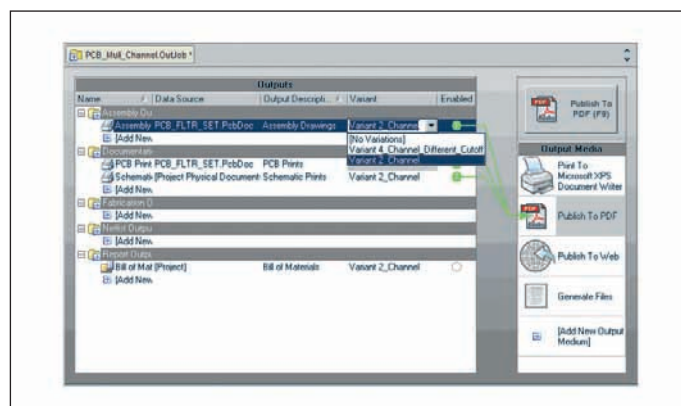

Рис. 10. Оболочка файла выходных данных проекта
тов служит функция формирования файла выходных данных проекта <Имя\_проекта>.OutJob. Оболочка *OutputJob Editor* автоматически присоединяется к документам проекта, в ветвь *Settings* → *Output Job Files* дерева документов проекта (рис. 10).
- Нажатием кнопки в правом верхнем углу окна, приведенного на рис. 10, запускается формирование графических документов. В нашем случае выполняется вывод графических документов в PDF-формате Adobe Acrobat.